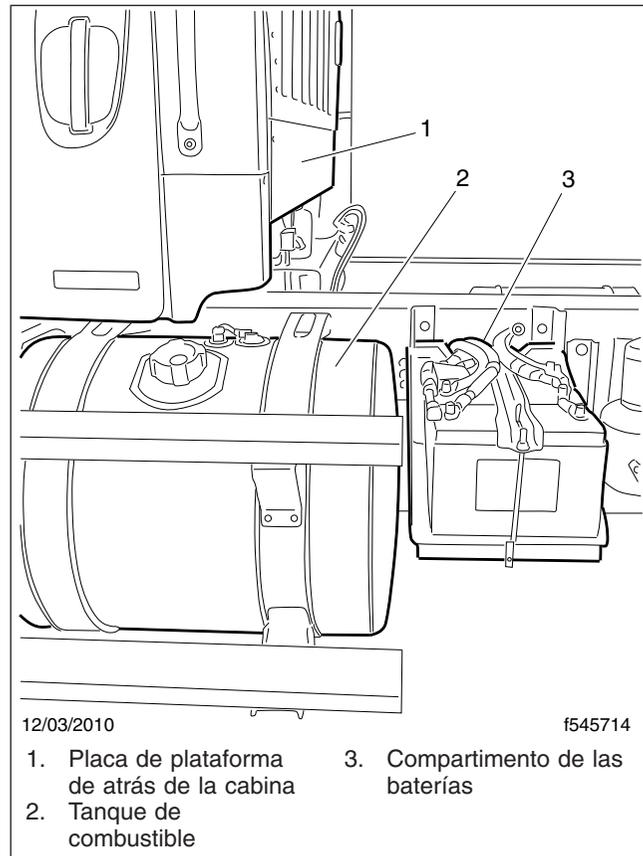

Figura 24.4, Ubicación estándar del compartimiento de las baterías
2. Quite la cubierta de la caja de baterías. Vea en la Figura 24.4 la ubicación estándar del compartimiento de las baterías.